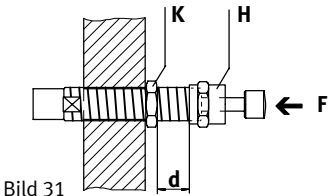

Bild 31
- Aus Stabilitätsgründen darf der **Abstand d** aus Bild 31 die Werte aus folgender Tabelle nicht überschreiten: